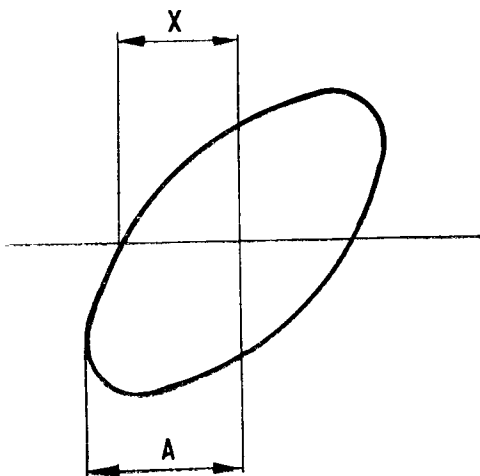

Рис. 4.
- на выход усилителя канала вертикального отклонения луча и на вход идентичного усилителя, установленного вместо блока развертки в канале горизонтального отклонения луча, подается одно и то же напряжение с генератора Г4-117 от 20 Гц до 100 кГц. На экране ЭЛТ (электронно-лучевой трубки) получается изображение, указанное на рис. 4.